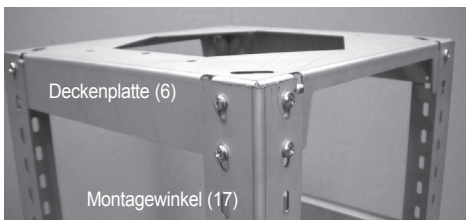

Abb. 16
Der Motorkasten (7) wird wie folgt an der Deckenplatte (6) befestigt (Abb. 16):
Zur sicheren Befestigung je 4 Schrauben 3,5x9,5 (10) an jeder Ecke der Deckenplatte (6) einsetzen und festziehen (Abb. 16, 17).
Öffnen Sie die Anschlussbox und stecken Sie den roten 10-poligen Pfostenstecker des Geruchssensors in die zugehörige Buchse (Abb. 16).